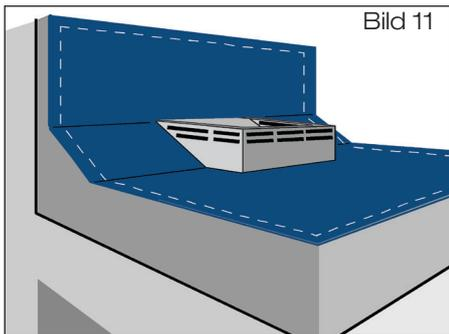

Bild 11
- 2.5 Zweite Lage der Dachdichtungsbahn über Ablauf ausrollen. Im Bereich des Attikaablaufes Aussparung mit Abmessungen entsprechend Außenkonturen des Siebkorbess vorsehen (Bild 11). Zweite Lage der Dachdichtungsbahn zurückrollen, Anschlussmanschette und zweite Lage der Dachdichtungsbahn gemäß Verlegevorschriften des Dachdichtungsbahnherstellers verschweißen. Überstände der Abdichtungslage in den Einlaufbereich sind zu entfernen.